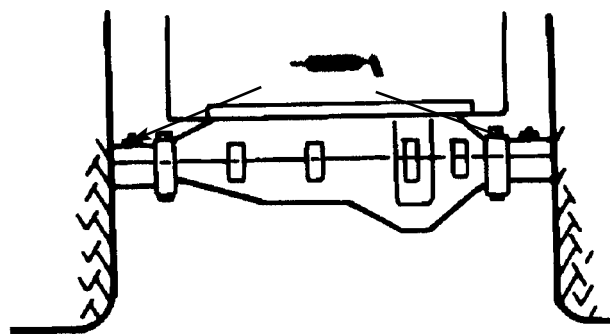

Fig. 13
2. Lubrificate il ponte posteriore con 3-4 pompate di grasso (Fig. 13).